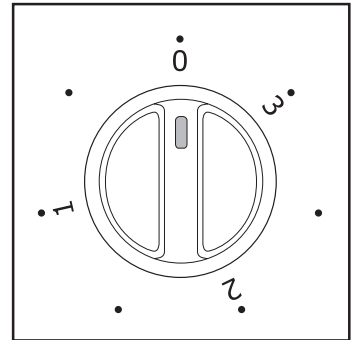

Fig. 1
A) Fig. 1 : Il s'agit d'une manette de commande à 7 positions :